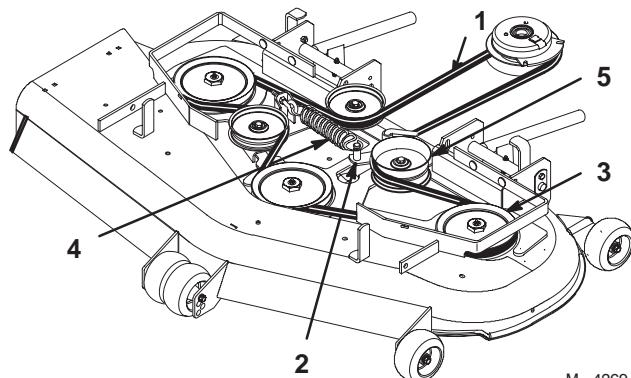

Bild 62
4. Entfernen Sie den Treibriemen. Beginnen Sie an der äußeren Riemscheibe und drehen den Riemen ab (Bild 62).
7. Setzen Sie die Spannscheibe wieder ein und verlegen den Riemen um die anderen Scheiben (Bild 62).